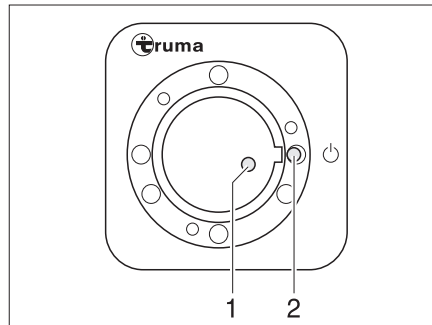
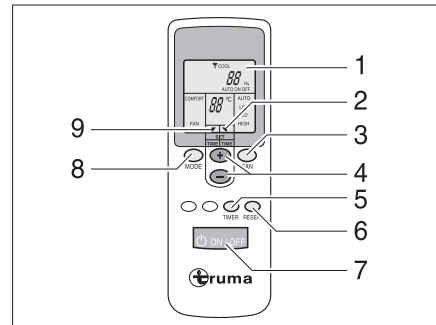

Bild 200 Mottagare
Bild 201 Fjärrstyrning
Fjärrstyrningen (Bild 201) och mottagaren (Bild 200) för klimatanläggningen finns i köket.
- Slå på fjärrstyrningen med brytaren (Bild 201,7). Den gröna kontrollampan (Bild 200,1) indikerar kylningsläge.
- Ställ in önskat driftläge med knappen (Bild 201,8).
- Ställ, vid behov, in önskad fläkteffekt och rumstemperatur med knapparna (Bild 201,3 och 4). Pilen (Bild 201,9) visar valt inställningsläge.
- ▷ På mottagaren finns det dessutom en knapp (Bild 200,2) med vilken klimatanläggningen kan slås på och av även utan fjärrstyrning. När klimatanläggningen slås på med denna knapp väljs automatiskt det driftläge som senast var inställt på fjärrstyrningen.
Slå från: ■ Tryck på knappen (Bild 201,7) på fjärrstyrningen igen för att stänga av.
- Programmering: Slå på klimatanläggningen med knappen (Bild 201,7) på fjärrstyrningen.
- Ställ in önskat driftläge och rumstemperatur med knapparna (Bild 201,8, 3 och 4).
- Välj önskad funktion (Bild 201,1) med knappen (Bild 201,5):
- Välj önskad kopplingstidpunkt (1 till 15 timmar) med knapparna (Bild 201,4). Pilen (Bild 201,2) blinkar och visar inställningsläget.
- ▷ Med knappen (Bild 201,6) sänds fjärrstyrningens inställningar återigen till mottagaren.